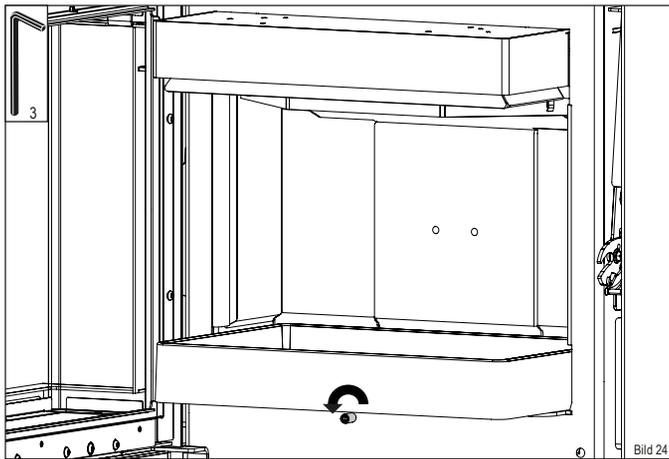

Bild 24
- ▶ Lösen Sie den Gewindestift (Bild 24).